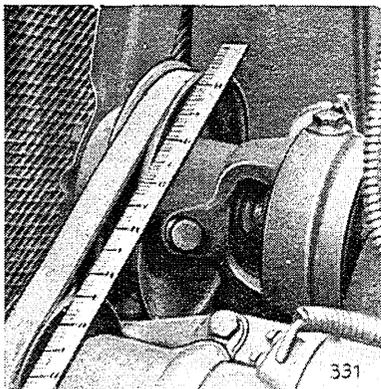

Bild Nr. 206
1. Lichtmaschine auf den Spannbock am Motor auflegen und zur Kühlwasserpumpe ausrichten (siehe Bild Nr. 206).